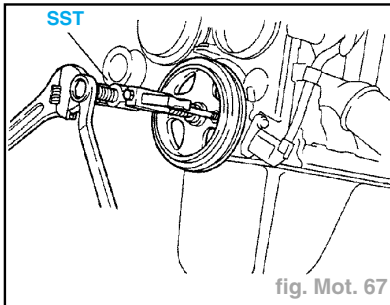

fig. Mot. 67
- Si nécessaire, déposer la poulie à l'aide du SST (fig. Mot. 67). (**SST : 09950-50012**).